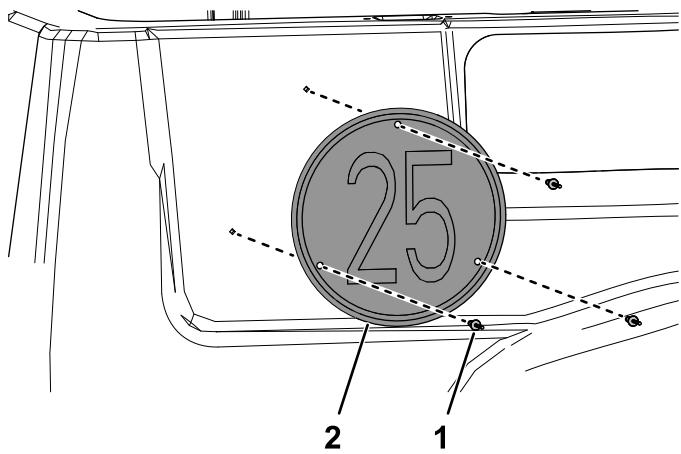

図 16
4. 荷台側面に速度表示板を取り付けるポップリベット3/16 x 15/16"3本で図16のように取り付ける。